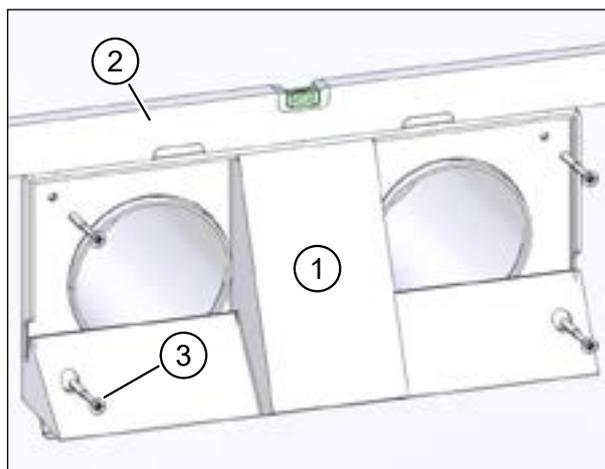

Рис. 10: Закрепить опорную панель
- ▶ Аккуратно насадите опорную панель (поз. 1 на рис. 10) на вентиляционные трубы. Проследите, чтобы уплотнители не были повреждены.
- ▶ Используя строительный уровень, выровняйте положение опорной панели (см. поз. 2 на рис. 10) по вертикали.
- ▶ Закрепите опорную панель с помощью четырех винтов, входящих в комплект поставки (поз. 3 на рис. 10).